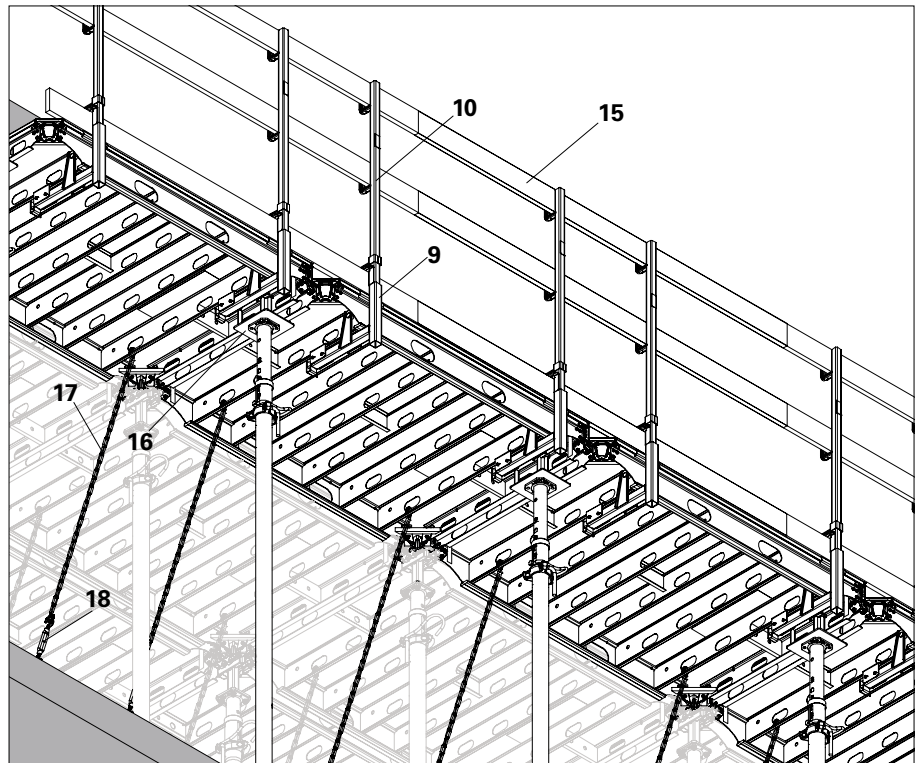

Fig. A10.08
5. Inserte el poste de barandilla HSGP-2 (10) en el soporte de barandilla (9) desde la parte superior tras asegurarlo firmemente con cadenas tensoras. (Fig. A10.08)
6. Inserte los tabloncillos de protección posterior contra caídas (15) y asegúrelas con clavos. (Fig. A10.08)